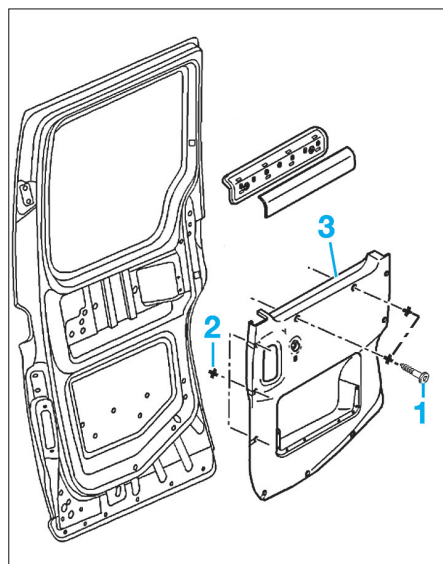

FIG. 50
- Déposer les vis de fixation (1) (Fig.50).
- Dégrafer les 9 clips de maintien (2) de la garniture.
- Déposer la garniture de porte (3).